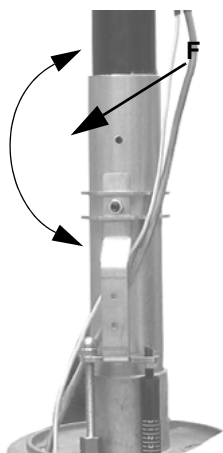
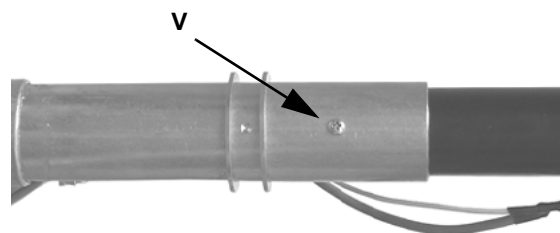

Рис. 21
Рис. 22
- 7 Открутить винт **V**, который крепит голову сгорания к трубке головы, повернуть голову на 180°, как указано на Рис. 22), вплоть до отверстия **F** и закрепить вновь винт **V** (Рис. 21 - Рис. 22).